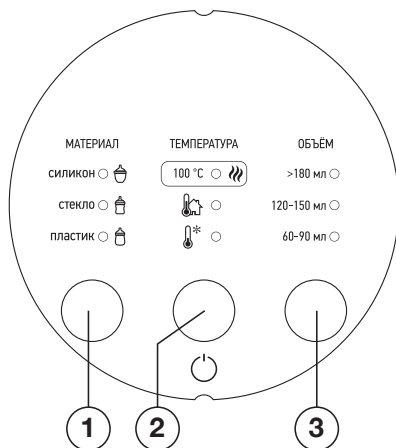
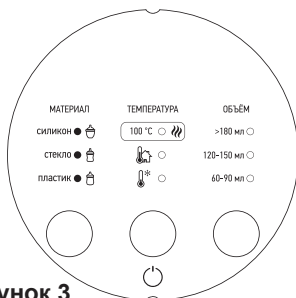

Рисунок 2
Рисунок 3
- 6.1.5. Нажмите и удерживайте в течение 2 секунд кнопку включения подогревателя (1, рис. 2). На панели управления включатся индикаторы, прозвучит звуковой сигнал.
- а) *материал*, из которого изготовлена бутылочка, баночка или контейнер с питанием: силикон, стекло или пластик. Выбор осуществляется последовательным нажатием кнопки (2, рис.2). При каждом нажатии будет звучать звуковой сигнал, индикатор будет указывать, какой именно тип материала установлен.
Важно! Если на панели управления три индикатора, обозначающие материал бутылочки/баночки, горят одновременно (рис. 3), на подогревателе установлен режим автоматического поддержания температуры воды в подогревателе в течение 24 часов в пределах 38°C-43°C.
б). начальную температуру подогреваемого питания: комнатная температура или холодильная камера. Выбор осуществляется последовательным нажатием кнопки (1, рис.2). При каждом нажатии будет звучать звуковой сигнал, индикатор будет указывать, какой режим установлен.
в). объем подогреваемого питания: > 180 мл, 120-150 мл, 60-90 мл. Выбор осуществляется последовательным нажатием кнопки (3, рис.2). При каждом нажатии будет звучать звуковой сигнал, индикатор будет указывать, какой объем выбран.
6.1.8. По окончании подогрева на подогревателе прозвучит звуковой сигнал (5 раз), и автоматически включится режим поддержания температуры воды в подогревателе в течение 24 часов (рис.3).
Примечание. Режим поддержания температуры можно включить самостоятельно последовательным нажатием кнопки (2, рис.2). Три индикатора должны гореть одновременно (рис.3).
6.1.10. Для принудительного выключения нажмите и удерживайте в течение 2 секунд на панели управления кнопку (1, рис.2), прозвучит звуковой сигнал. Отключите подогреватель от электрической сети.
6.2.4. Нажмите и удерживайте в течение 2 секунд кнопку включения подогревателя (1, рис. 2). На панели управления включатся индикаторы, прозвучит звуковой сигнал.
6.2.5. Выберите функцию стерилизации последовательным нажатием кнопки (1, рис. 2). При каждом нажатии будет звучать звуковой сигнал, на панели управления загорится светодиодный индикатор включения функции стерилизации.
6.2.7. Для принудительного выключения нажмите и удерживайте в течение 2 секунд на панели управления кнопку (1, рис.2), прозвучит звуковой сигнал. Отключите подогреватель от электрической сети.